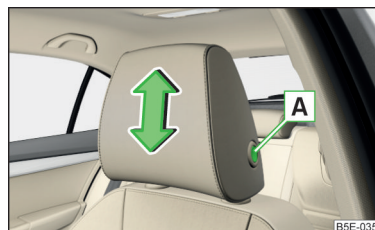

Fig. 87
- Para **ajustar la altura** mantener presionada la tecla de seguridad **A** y desplazar el soporte en la dirección deseada » **fig. 87**.